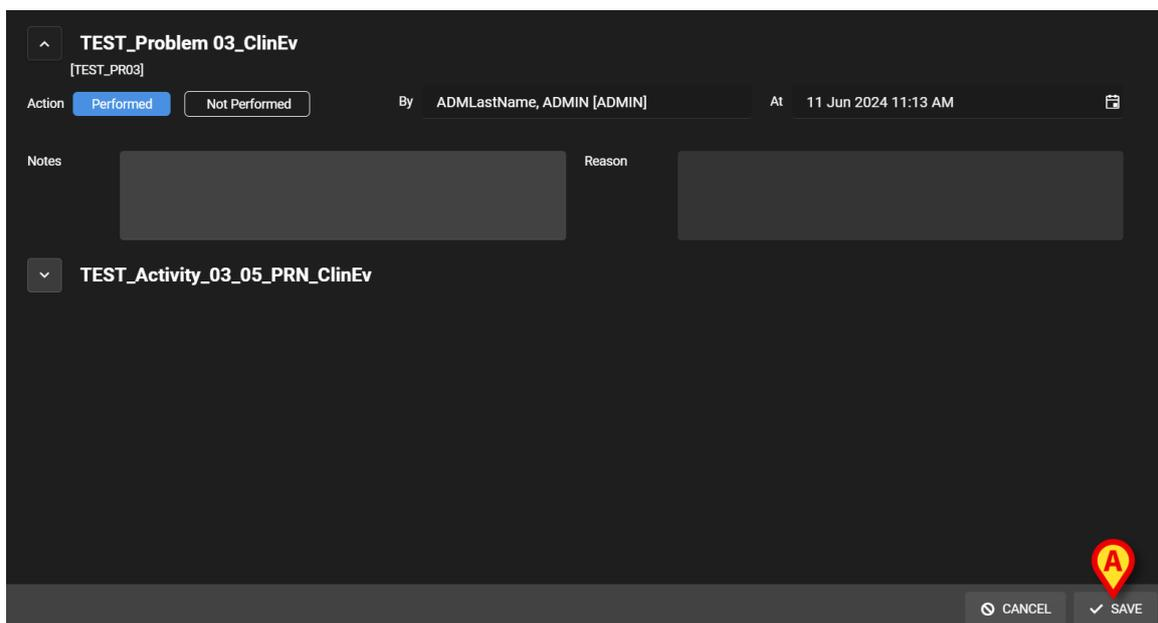

Fig 74
Se abre la ventana de ejecución (Fig 74).
- Haga clic en **Save** (Guardar) (Fig 74 **A**).